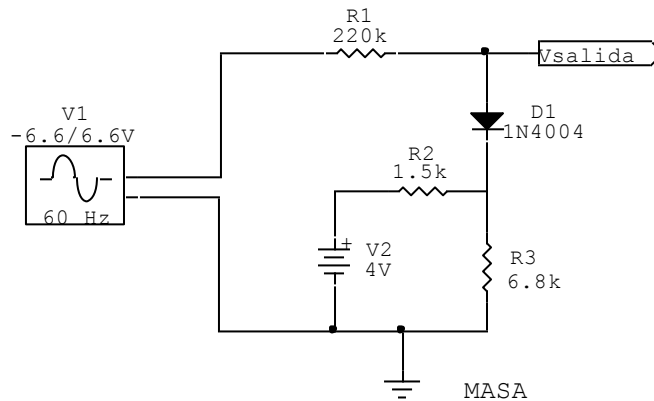

Figura 1
1. Implementar en el primer protoboard el circuito de la Figura 1:
5. Reemplazar el diodo 1N4004 por el diodo 1N916 en el circuito de la figura 1 y repetir los pasos 1 a 4